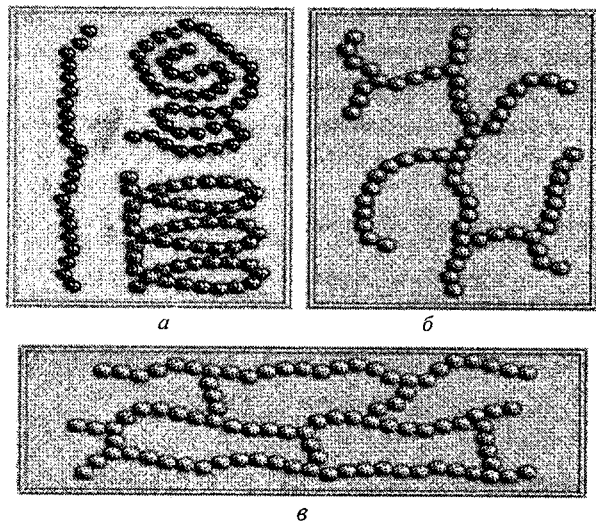

Рис. 1.1. Геометрические формы макромолекул (каждый шарик условно означает структурное звено):
Для макромолекул характерны три основные разновидности геометрических форм (рис. 1.1).
• **Линейная** форма (рис. 1.1, а). В этой структуре каждое элементарное звено связано только с двумя соседними. Такую форму цепных молекул имеют, например, полиэтилен, полученный при низком давлении, невулканизированный каучук, целлюлоза, полипептиды, полиамиды и др.
• **Разветвленная** форма (рис. 1.1, б). Основная цепь макромолекулы имеет короткие ответвления – цепочки, включающие небольшое число структурных звеньев (не путать ответвления с заместителями в мономере).
• **Сетчатая** (пространственная, трехмерная) форма (рис. 1.1, в). В этом случае длинные линейные цепи связаны друг с другом в единую сетку более короткими поперечными цепями (мостиками). Сшитые макромолекулы утрачивают свою индивидуальность как самостоятельные структурные единицы, поэтому определение молекулярной массы полимера утрачивает смысл. Трехмерное строение имеют, например, вулканизированный каучук, отвержденные фенолоформальдегидные и эпоксидные смолы.